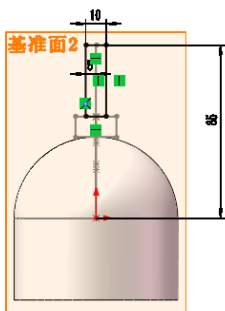

图 6-96 绘制的草图
**24** 绘制草图。单击“草图”工具栏中的“边角矩形”图标按钮，绘制草图并标注尺寸，结果如图 6-96 所示。